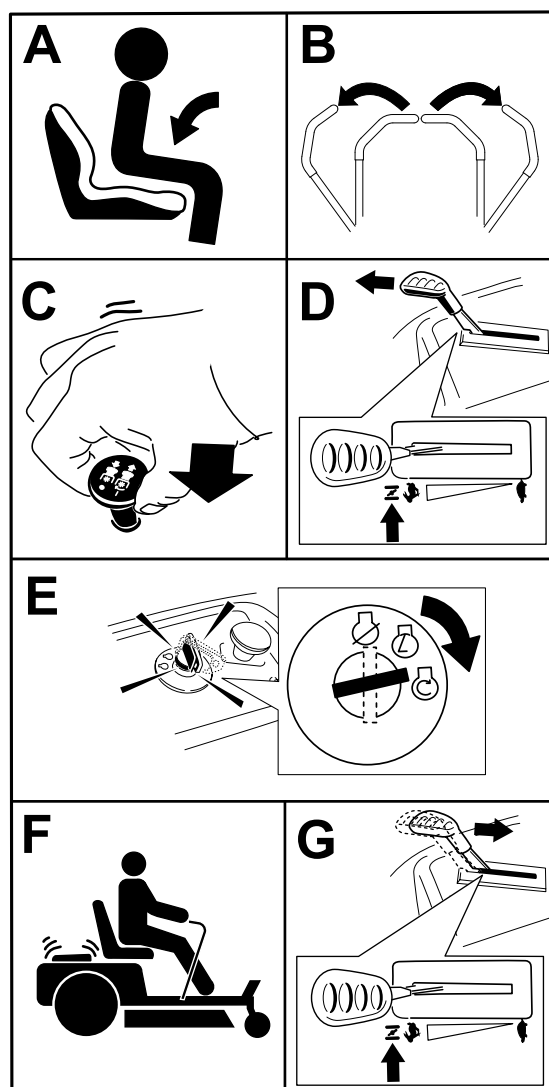

Figura 18
**Nota:** Puede ser necesario sujetar la palanca contra el tope, en la posición Estárter, mientras intenta arrancar el motor (Figura 18).
1. Desengrane las cuchillas moviendo el mando de control de las cuchillas a la posición de DESENGRANADO (Figura 18).